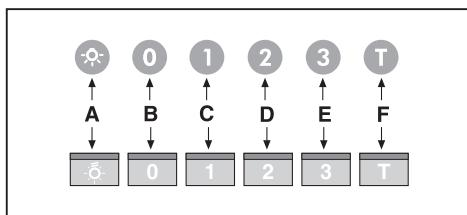

Fig.9
- **Comandi luminosi (Fig.9)** la simbologia è di seguito riportata: